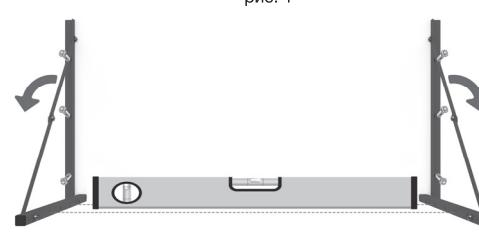

рис. 2
2. Установите левую и правую части кронштейна параллельно друг другу и перпендикулярно горизонту. На месте оставшихся двух отверстий на каждой из частей кронштейна просверлите отверстия в стене. (рис. 2)
3. Вставьте еще по два винта в каждую часть кронштейна в просверленные вами отверстия. Полностью затяните все винты. Раскройте обе части кронштейна, как показано на рис. 2.